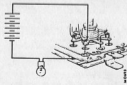

Abb. Nr. 18
- (34) Eine 12V-Batterie und eine 1,5W-Testlampe der Reihe nach an jedes der neun Diodenanschlüsse anschließen und ausgehenden Würstschutts am Gleichrichter anschließend dem Verbindungen umgekehrt herstellen. Die Lampe sollte nur bei einer Richtung fließenden Strom aufleuchten. Leuchtet die Lampe in beiden Fällen auf, oder leuchtet sie in einem Fall nicht auf, ist der Gleichrichter zu erneuern (siehe Abb. Nr. 18).